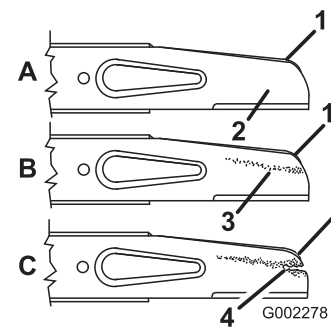

Bild 28
Prüfen Sie vorsichtig die Schärfe und Abnutzung des Messers, besonders an den Stellen, an denen sich flache und gebogene Teile berühren (Bild 28A). Da Sand und anderes reibendes Material das Metall abschleifen kann, das die flachen mit den gebogenen Teilen verbindet, müssen Sie das Messer vor jedem Einsatz des Rasenmähers prüfen. Wenn Sie einen Schlitz oder eine Abnutzung (Bild 28B und C/Bild 28) feststellen, tauschen Sie das Messer aus, siehe Entfernen des Messers (Seite 24).
2. Entfernen Sie die Messermuttern, das Gaspedal und das Messer (Bild 28).